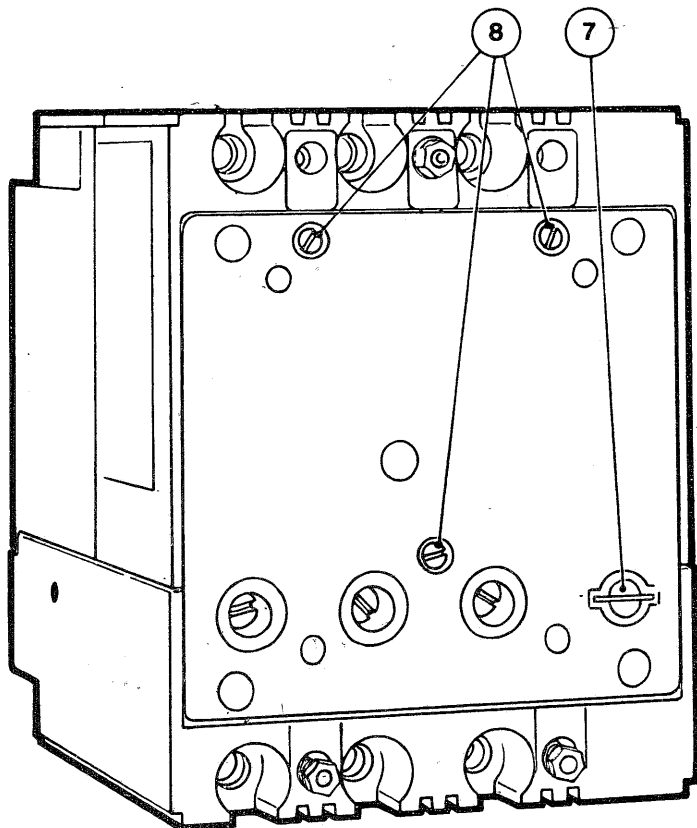

Fig. 18
- smontare il coperchio posteriore (2) svitando le 3 viti di fissaggio (8) fig. 18
- rompere il diaframma (7) sul coperchio posteriore (2) in modo da aprire la sottile fessura rettangolare visibile dalla parte interna del coperchio